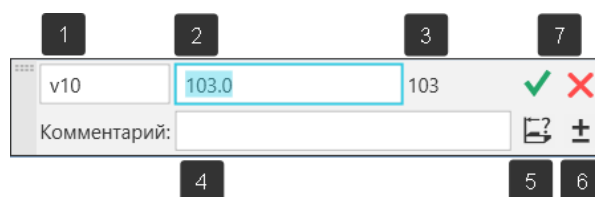
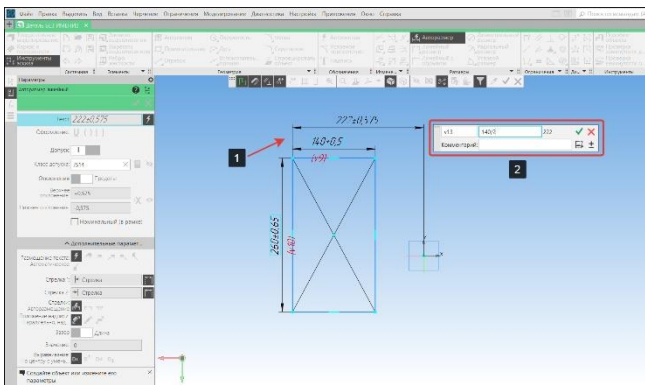
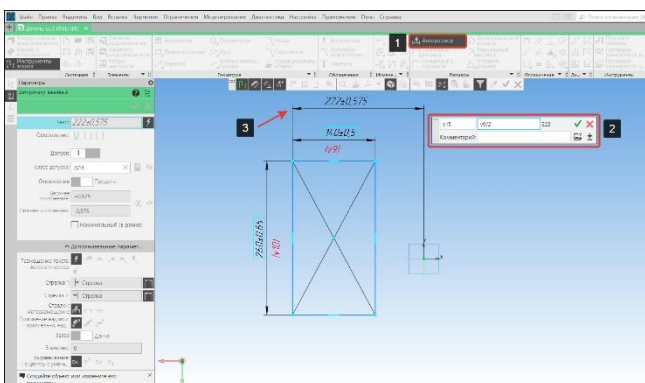

Рисунок 38 - Окно установки значения размера
Рисунок 42 – Математические вычисления
Рисунок 44 – Привязка эскиза к началу координат
Окно установки значения размера (Рисунок 38)
- В открывшемся окне установки размера в поле Выражение (2) зададим числовое значение 140 мм в соответствии с чертежом «Вилка» (Рисунок 38).
- Для завершения работы с сохранением изменением нажмем на кнопку Создать (7) (Рисунок 38);
- В панели размеры выберем команду авторазмер и проставим горизонтальный размер (1) как показано на Рисунок 42;
- В окне установки размеров (2) (Рисунок 42) в поле выражение (2) (Рисунок 38 - Окно установки значения размера) введем арифметическое выражение: $140/2$, где знак «/» (Slash) означает операцию деления;
- Нажмем кнопку создать размер (7) (Рисунок 38);
- В панели размеры выберем команду авторазмер (1) и проставим горизонтальный размер (3) как показано на Рисунок 44;
- В окне установки размеров (2) (Рисунок 44) в поле выражение (2) (Рисунок 38) введем арифметическое выражение: $V9/2$, где $V9$ переменная горизонтального размера со значением 140 мм. Значение переменных может не совпадать, зависит от количества проставленных размеров в эскизе и операций в модели;